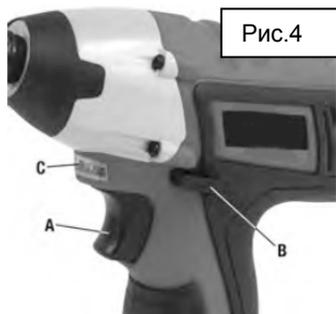

Рис.4
#### Установка направления вращения и блокировка случайного пуска (Рис.4).
#### Светодиодная подсветка (Рис.4).
**Включение и выключение инструмента, регулировка скоростного режима (Рис.4).**